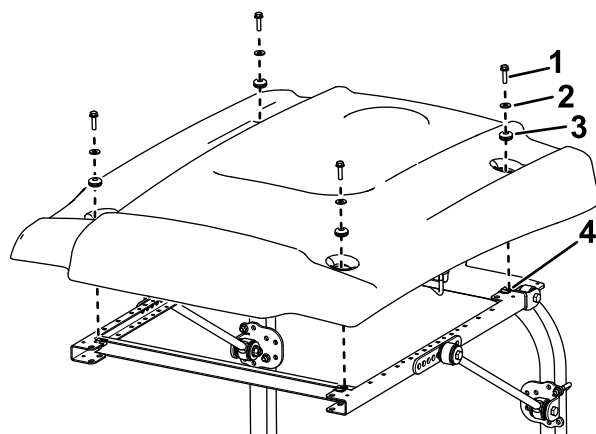

Рисунок 14
16. Выравнивая монтажные отверстия, расположите солнцезащитный навес на раме, как показано на Рисунок 14.
17. Установите каждый угол солнцезащитного навеса на раму с помощью болта с фланцевой головкой ($\frac{5}{16}$ x 1 дюйм), малой шайбы и уплотнительной втулки, не затягивая их (Рисунок 14).